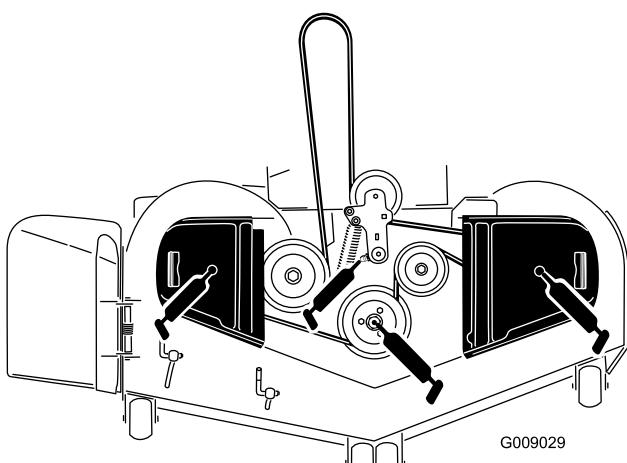

Figura 44
3. Lubrificate il perno della puleggia tendicinghia del piatto di taglio finché non fuoriesce grasso dalla parte inferiore (Figura 44).
4. Lubrificate i raccordi sulla parte superiore dei 3 cuscinetti del mandrino finché il grasso non fuoriesce (Figura 44).
- Ingrassate il braccio di rinvio della cinghia di trasmissione (Figura 44).